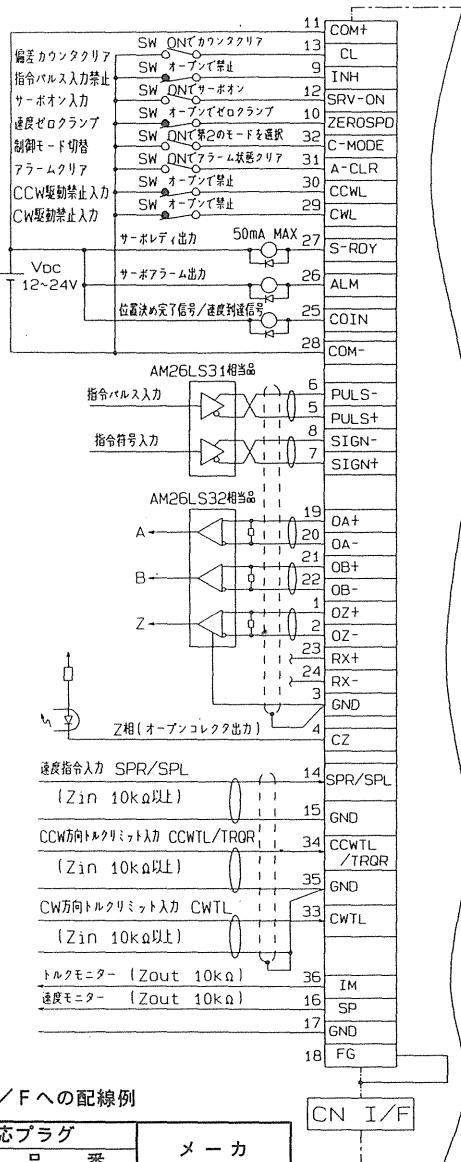

図2. コネクタCN-1/Fへの配線例
- (1) 図2の“コネクタCN1／Fへの配線例”を参考にして配線してください。CN1／Fのピン配列については13-1項を参照してください。
- (2) COM+, COM-間に接続される外部制御用のDC12~24Vの制御信号電源はお客様の方でご準備ください。
- (3) ドライバと周辺機器は、配線が短くなるように極力近距離(3m以内)に配置してください。
- (4) パワーライン(R, S, T, U, V, W, E)との配線とはできるだけ(30cm以上)離してください。同一のダクトに通したり、一緒に結束しないでください。
- (5) 制御出力(S-RDY, ALM, COIN)の各端子にDC24V50mA以上を印加したり、逆極性に電圧を印加したりしないでください。ドライバが破損します。
- (6) 制御出力端子でリレーを直接ドライブする時は、リレーと並列に図2に示す方向でダイオードを装着してください。ダイオードの未装着、逆方向の装着ではドライバが破損します。
- (7) 図2に示すようにCN1／Fの信号ライン(特にアナログ指令入力、指令パルス入力、エンコーダのフィードバックパルス出力等)の配線は、シールド付ツイストペア線を使用してください。シールドはドライバ側でシグナルグランド(GND)に接続してください。
コネクタ CN I/F の接続の詳細を示します。13ページ、図2に示す配線例もあわせて参照ください。